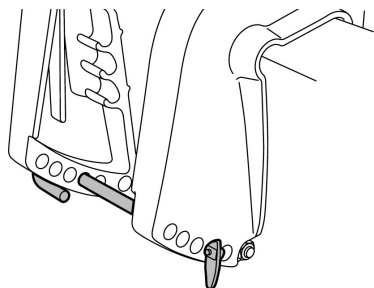

Рис. 40 Шток установки угла дифферента
Вертикальный угол дифферента подвесного лодочного мотора регулируется установкой штока в одно из имеющихся регулировочных отверстий (Рис. 40).
- Поверните стопорную пластину и вытяните шток из кронштейна крепления. Вставьте шток в следующее регулировочное отверстие и зафиксируйте его стопорной пластиной (Рис. 40).